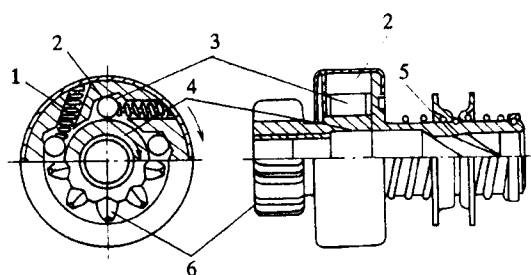

图 1-7 单向离合器的构造
④单向离合器的构造,如图 1-7 所示。启动装置中设有滚柱式单向离合器,单向离合器在螺旋电枢花键轴 5 与小齿轮 6 之间。发动机启动后,单向离合器可防止发动机向起动机逆向传递动力,保障只能把起动机的转矩传递给发动机。另外,当一次性启动未能成功时,再接合启动开关的时候,将引起小齿轮 6 和飞轮实现再次圆滑接合。单向离合器的内座圈 4 和小齿轮 6 做成一体,外座圈 2 和电枢花键轴 5 制成一体,外座圈 2 内有 4 个楔形沟槽,沟槽内插入滚柱 3,依靠弹簧 1 压向楔形沟槽的狭窄方向,如果电枢旋转,滚柱 3 就被压在内座圈 4 与外座圈 2 的楔形沟槽的狭窄部位,电枢的转矩经电枢花键轴 5 和外座圈 2、滚柱 1、内座圈 4 传递给小齿轮 6 驱动发动机的飞轮。